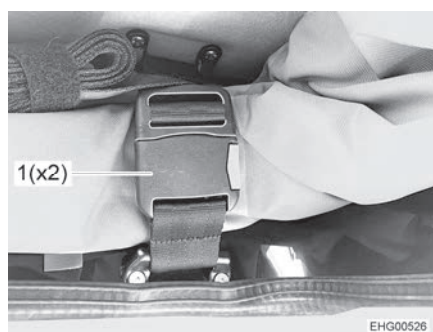

Fig. 87 Boucle de fermeture de sangle
- Ouvrir les deux boucles de fermeture de sangle (Fig. 87,1).